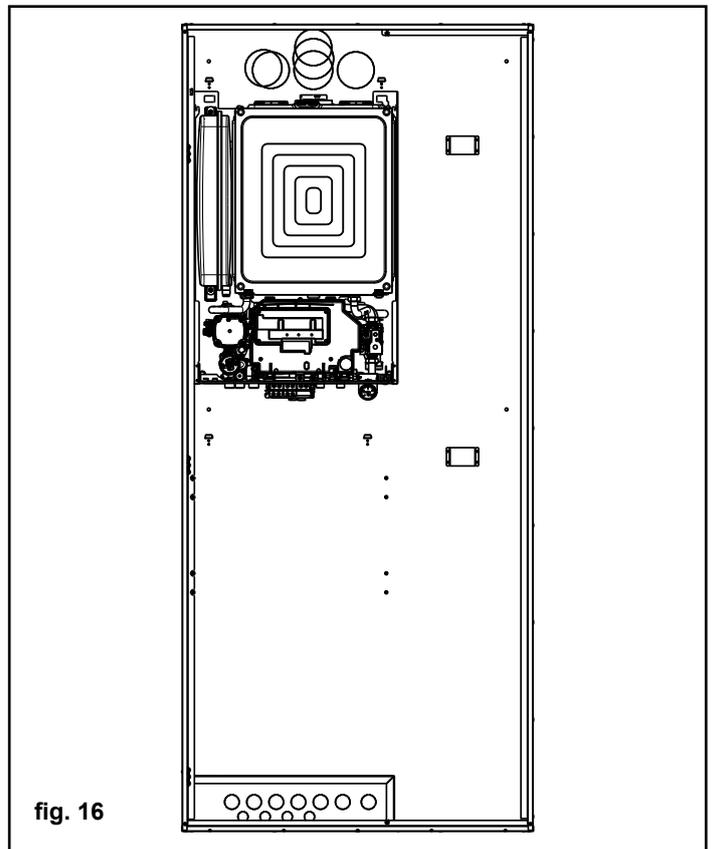

fig. 16
- Svitare la vite di fissaggio della morsettiera elettrica inferiore per agevolare le successive operazioni di installazione (fig. 16)